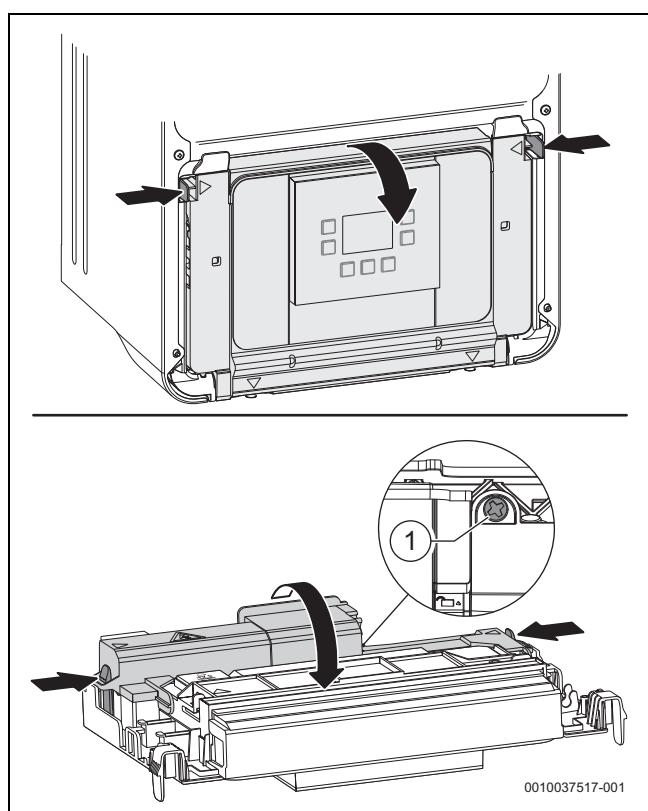

Fig. 22 Abrir a tampa
- ▶ Deslocar a unidade de comando para baixo (→ Fig. 22).